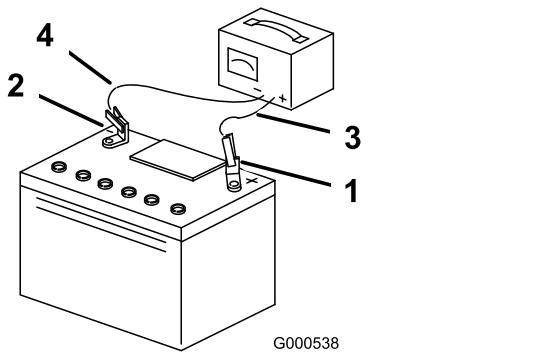

Figura 51
5. Quando a bateria estiver totalmente carregada, desligue o carregador da tomada elétrica e em seguida desligue os cabos do carregador dos bornes da bateria (Figura 51).